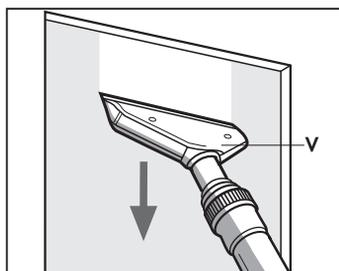

Fig. 22
### **WINDOW WIPING BRUSH (V) (Fig. 22)**